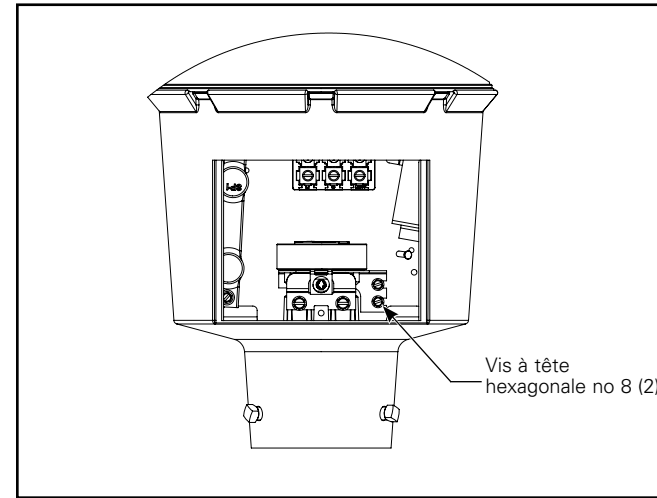

Figure 2.
4. Pour faciliter l'accès temporaire à la plaque à bornes, retirez le support de l'interrupteur photo-électrique. Vous pouvez retirer le support en desserrant les deux (2) vis à tête hexagonale no 8 et en soulevant le support de manière à l'éloigner du plateau d'alimentation. (Figure 2)